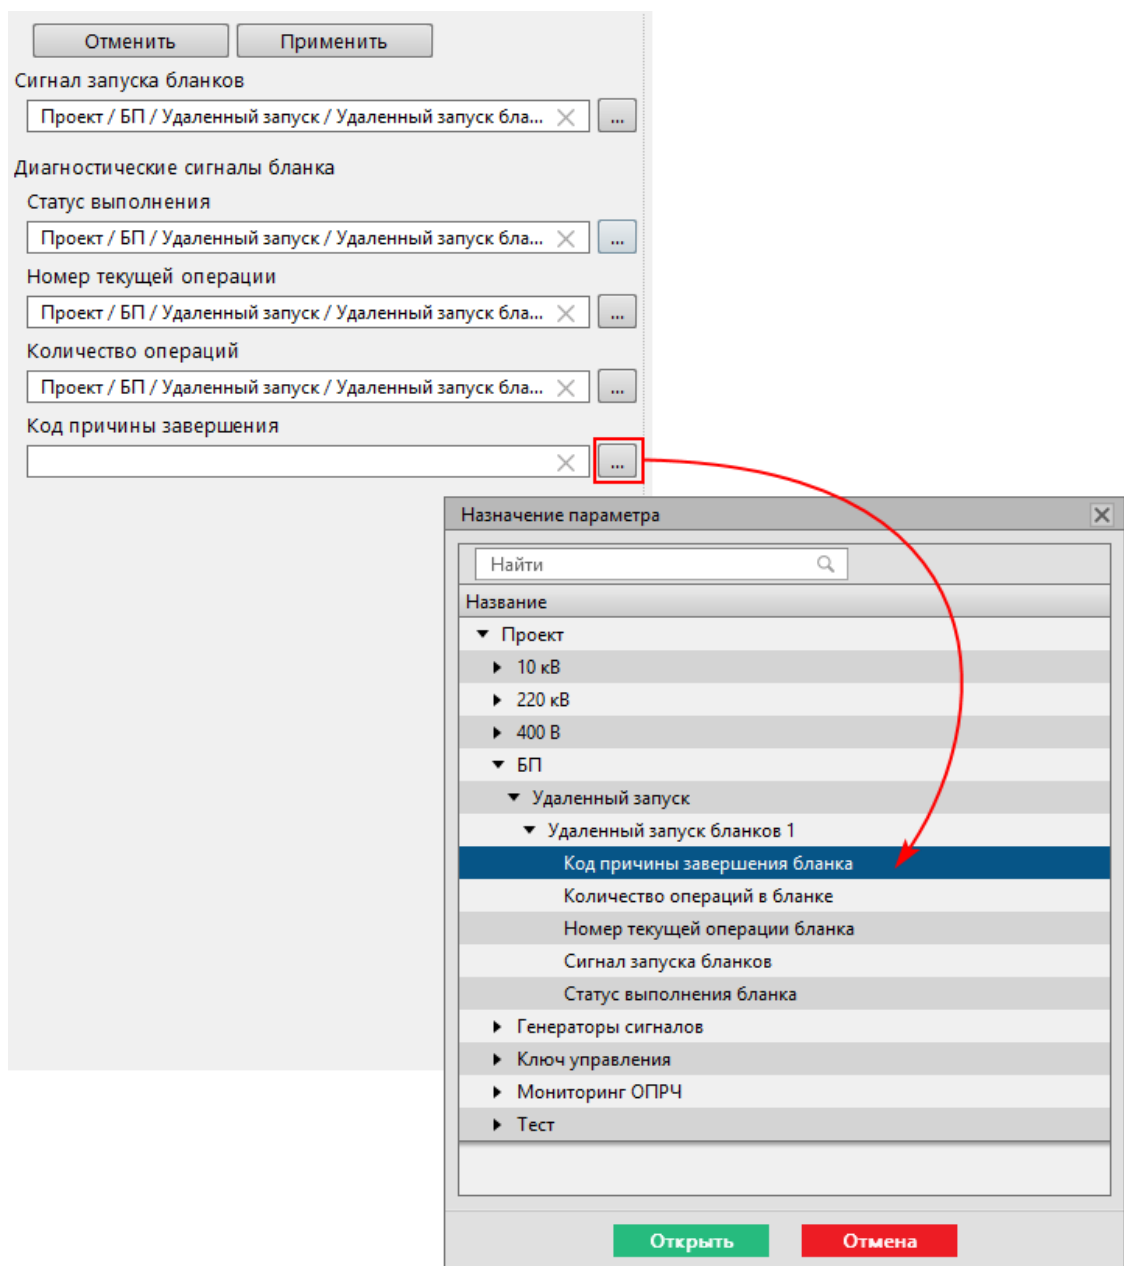

Рисунок 354 - Привязка сигналов удаленного запуска бланков
8. Заполните форму слева: в каждом поле нажмите и выберите соответствующий сигнал из дерева проекта (Рисунок 354).